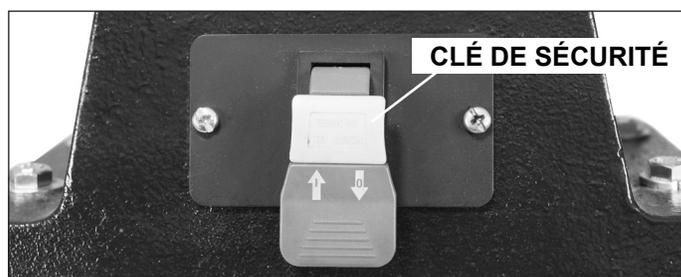

FIG. 14
1. Pour démarrer la ponceuse, l'interrupteur doit être à la position 'ARRÊT', avec la clé de sécurité installée sur la machine. Fig. 14.